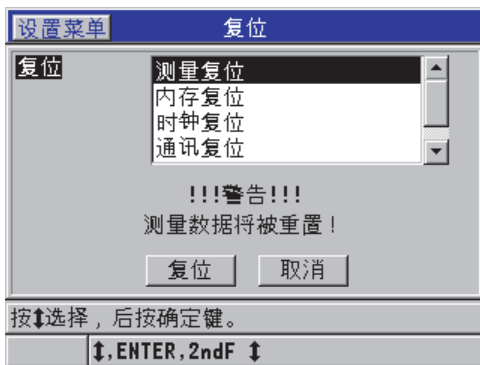

图 12-1 激活复位功能
2. 在**复位**屏幕中（参见第 188 页的图 12-1）：